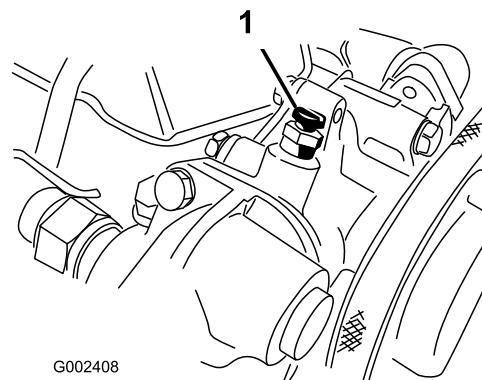

Figura 66
- Abra el tornillo de purga de aire situado encima de la bomba de agua (Figura 66).